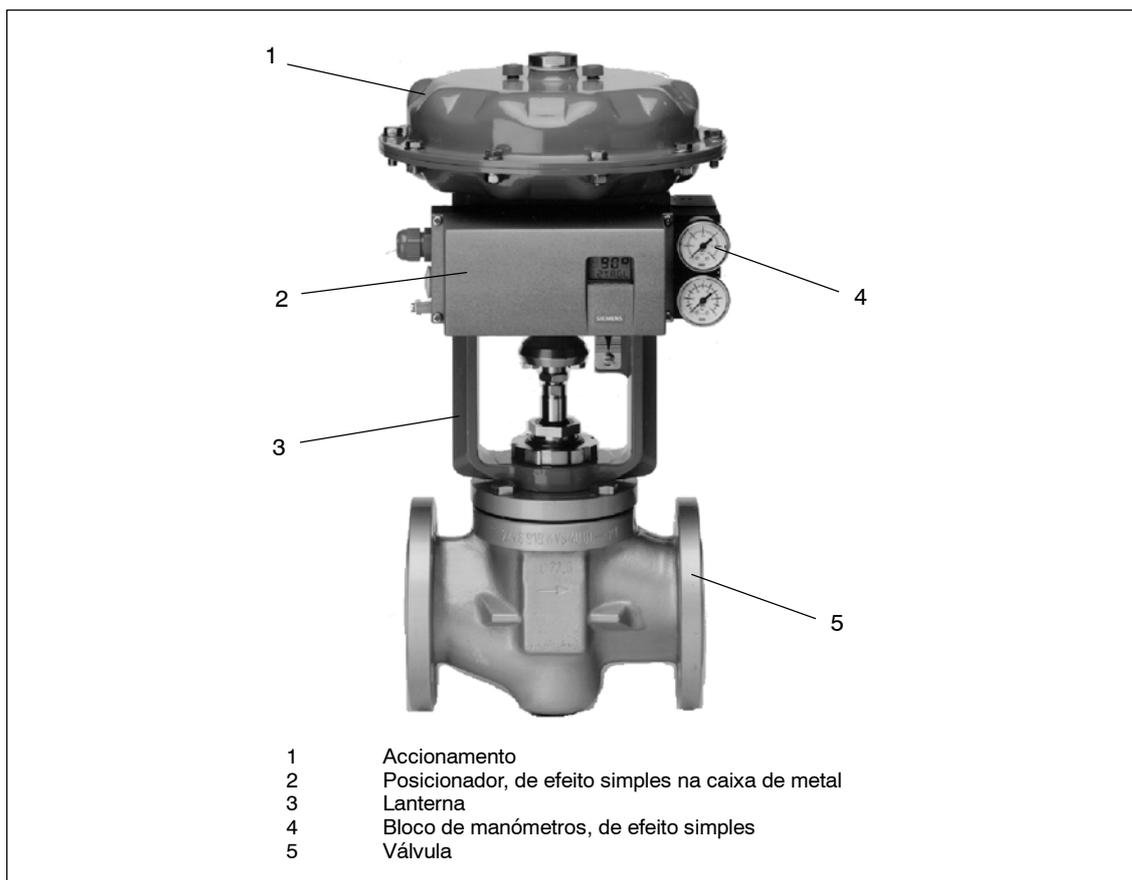

Figura 1-1 Posicionador montado no **accionamento horizontal** (de efeito simples)
- com accionamento horizontal (figura 1-1, página 13) ou